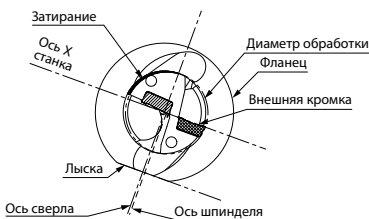

Рис. 4. Избыточное смещение (для меньшего диаметра отверстия)
- Поверните сверло таким образом, чтобы поверхность наружной пластины была ориентирована параллельно оси X револьверной головки. (рис. 4).
Следите за тем, чтобы диаметр отверстия не был меньше диаметра сверла на 0,2 мм и более. В противном случае корпус будет затираться о просверленное отверстие (рис. 4).